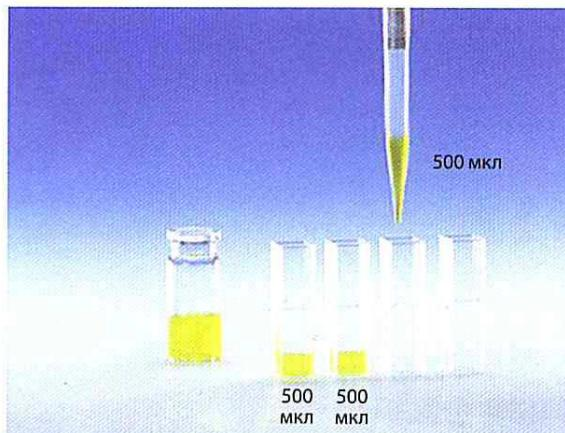

Рис. 6. Прямое дозирование 500 мкл жидкости в кюветы.
Дозирование с автоматической продувкой наконечника (см. рис. 6). В дозаторах Sartorius такой режим обозначается как (P). Возможно использование данного режима с последующим перемешиванием.